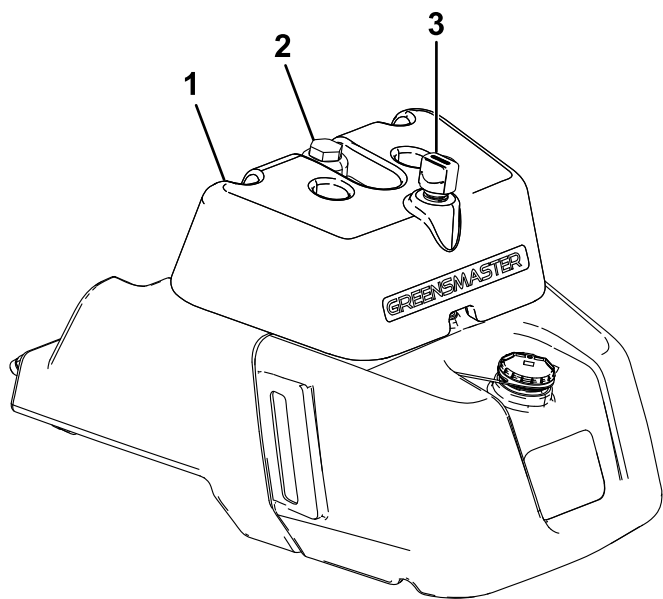

Рисунок 44
- Если у вашей машины есть смотровое окно, проверьте уровень масла с помощью него (Рисунок 44) и перейдите к пункту 5.